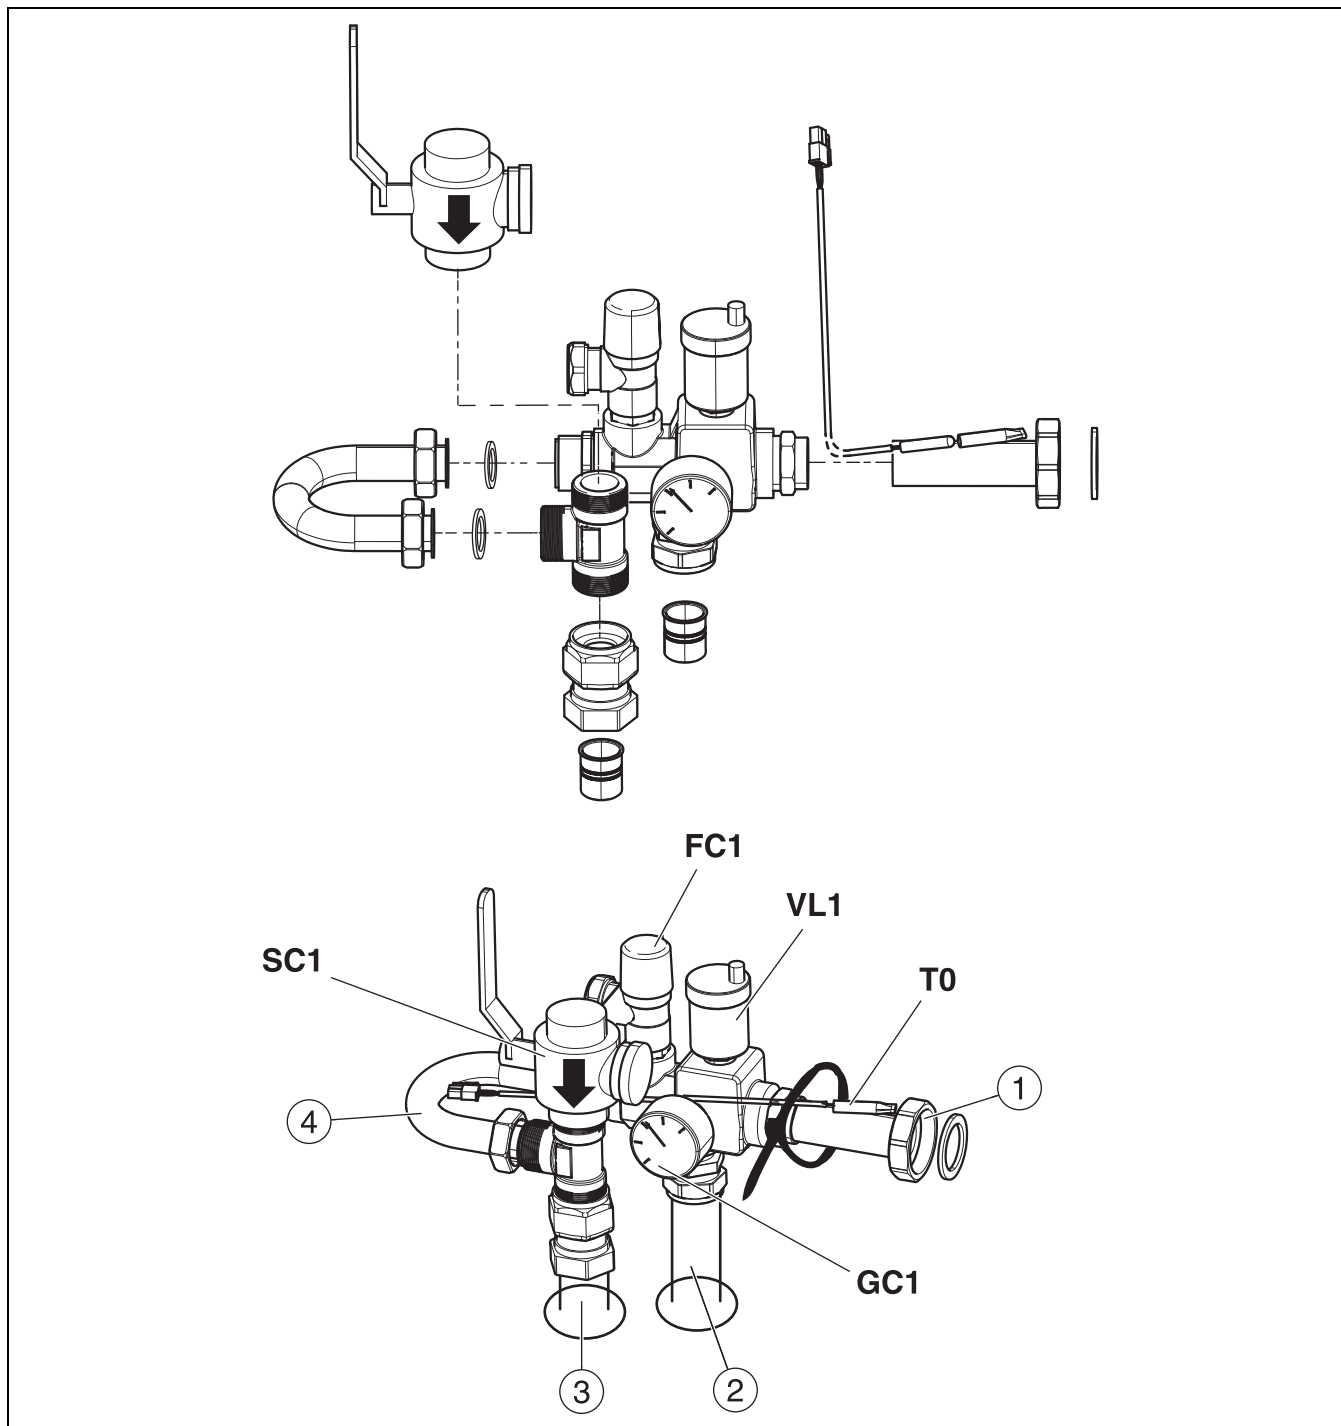

Fig. 8 Groupe de sécurité monté, avec by-pass
- ▶ Introduire la sonde de température de départ dans le support de sonde sur le tube ([T0], fig. 8), et fixer avec l'attache de câbles.
- ▶ Resserrer les raccords à vis du by-pass ([4], fig. 8).
- ▶ Monter d'abord le filtre à particules ([SC1], fig. 8) sur le raccord en T.
- ▶ Monter les autres composants, mais ne pas serrer à fond les raccords à vis du by-pass ([4], fig. 8).